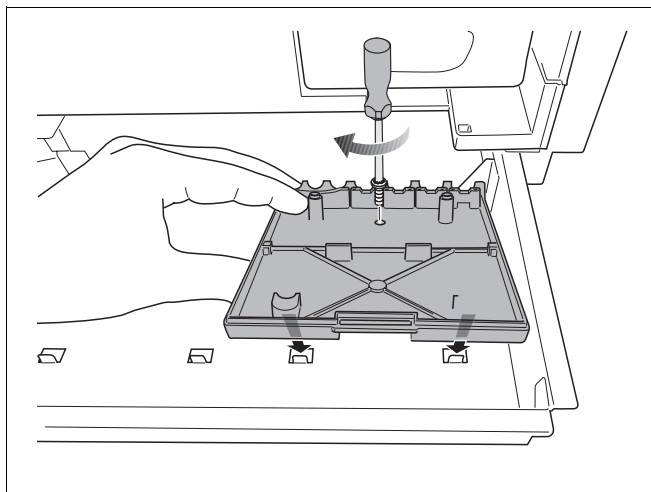

Fig. 45 Montering af vægholder
- Montér vægholderen (tilbehør funktionsmodul) på den ønskede stikplads i skuffen (fig. 45).